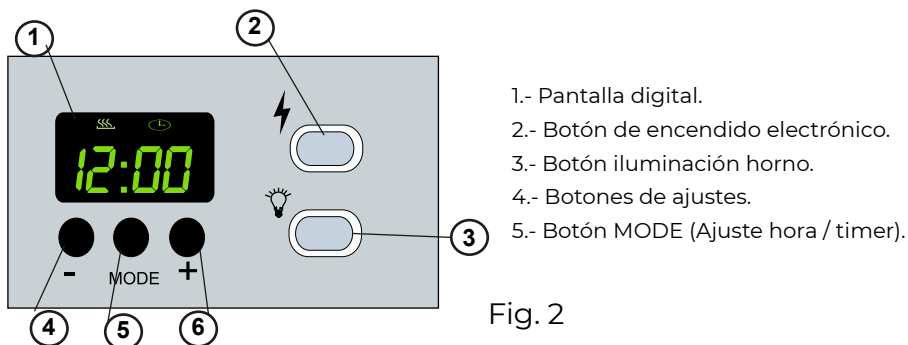

Fig. 2
**ILUMINACIÓN DEL INTERIOR DEL HORNO:** Todos los modelos de cocinas y hornos fabricados o importados por URSUS TROTTER S.A. están dotados de un sistema de iluminación del interior del horno. Basta oprimir el botón con la imagen de la ampolla (fig. 2) en el frente de control de la cocina para que el espacio interior del horno se ilumine. El portalámparas de loza, el cristal de protección, y la ampolla de 15 Watt están diseñados para trabajar en ambientes de 300 °C.